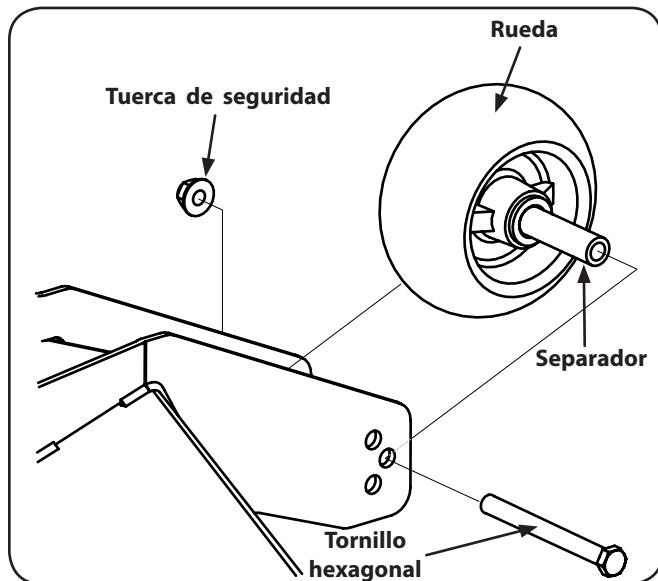

Figura 6-9
2. Retire la tuerca de seguridad que fija uno de los tornillos hexagonales de las ruedas de calibración delanteras a la plataforma. Retire la rueda de calibración, el tornillo hexagonal y el espaciador. Vea la Figura 6-9.